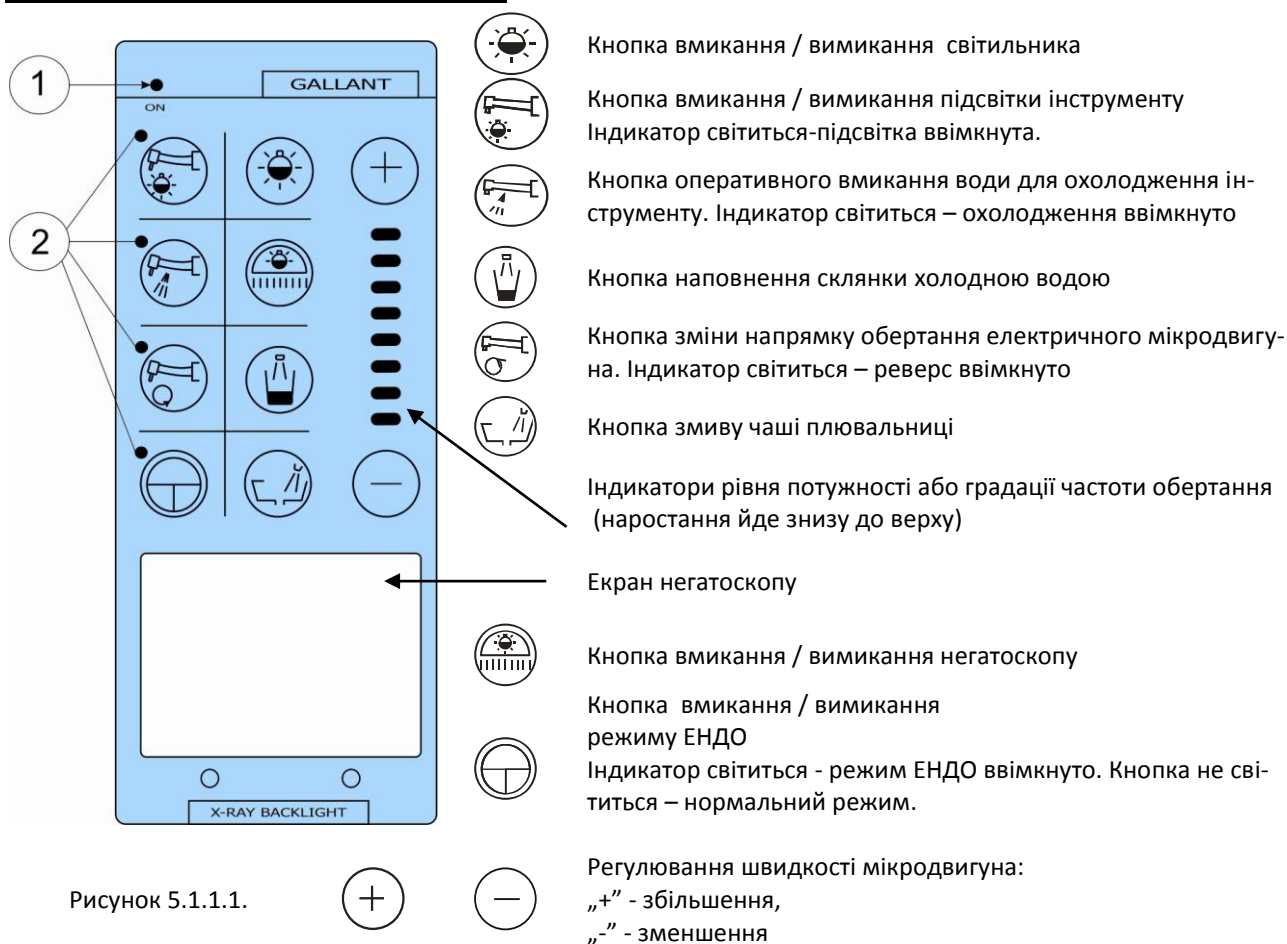

Рисунок 5.1.1.1.
- при короткочасному натисненні **кнопки наповнення склянки**  на пульті блоку інструментів лікаря, (Рисунок 5.1.1) або на пульті асистента (для виконань з пультом асистента) - вода поступає в склянку протягом 3 сек. При повторному натисненні кнопки пульта керування раніше 3 сек. подача води в склянку припиняється;
- при короткочасному натисненні **кнопки змиву чаші**  на пульті блоку інструментів лікаря, (Рисунок 5.1.1) або на пульті асистента (для виконань з пультом асистента) – здійснюється змив чаші на протязі (10-12) сек. При повторному натисненні кнопки пульта керування раніше (10-12) сек. змив чаші припиняється.